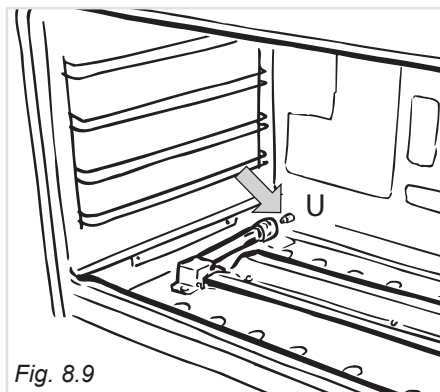

Fig. 8.9
- Con una chiave a tubo da 10 sostituire l'iniettore (indicato dalla freccia - fig. 8.9) secondo la "Tabella Iniettori" e rimontare il bruciatore operando a ritroso.